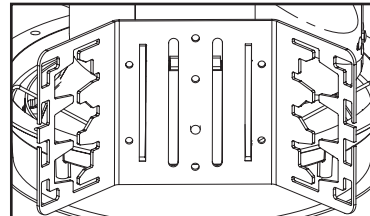

Figure 1. Support de suspension universel
1. En utilisant des suspensions de barre standards, des rainures en C, des lattages de 19 mm (3/4 po) et de 38 mm (1 1/2 po) ou bien un conduit de 12,7 mm (1/2 po) (le tout fourni par d'autres), insérez le support choisi dans les supports de suspension universels, puis fixez les barres ou les rainures d'installation à la structure du plafond, de telle sorte que le bord du cadre de la monture coulée s'aligne sur le plafond fini et que les lentilles soient orientées face au mur. (Figure 1.)